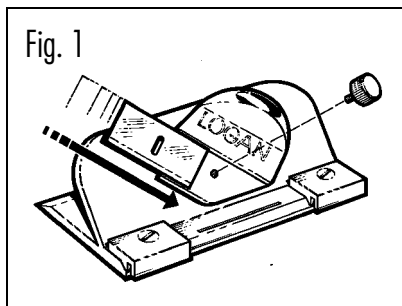

Fig. 1
- 1 Installare la lama svitando la sicura e posizionarla nella guida (Fig. 1)
- 4 Tagliare il cartoncino (Fig.1)